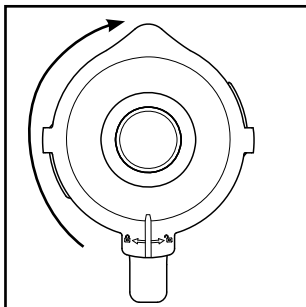

Fig. 2
- 4) Apăsați din nou capacul ❷ pe recipientul de amestecare ❸. Închideți capacul ❷ rotindu-l în sens orar, în poziția ❹, până când se blochează cu un sunet (a se vedea fig. 2). Aveți grijă ca gura de turnare de pe recipientul de amestecare ❸ să fie închisă. Motorul poate porni numai după ce capacul ❷ este așezat fix.